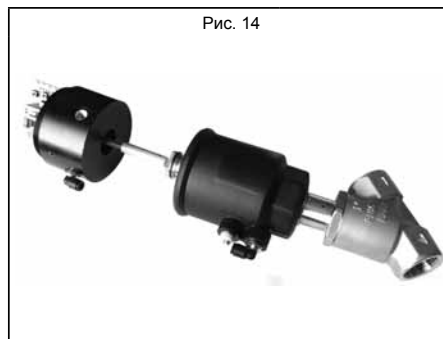

Рис. 14
- 3- Установка на клапане (рис. 14)**